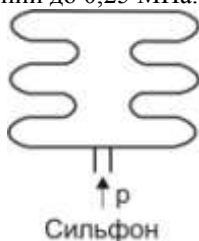

Рис. 5
3) сильфоны (рис. 5). Сильфон преобразует давление в линейное перемещение, которое может быть измерено при помощи соответствующего датчика. Таким образом, сильфон выполняет первый этап преобразования давления в электрический сигнал. Сильфон представляет собой тонкостенную трубку с поперечной гофрировкой. Сильфоны применяются в напоромерах и тягомерах для измерения небольшого давления до 40 000 Па, в приборах для измерения вакуумметрического давления до 0,1 Па, абсолютного давления до 2,5 Па, избыточного до 60 МПа и разности давлений до 0,25 МПа.